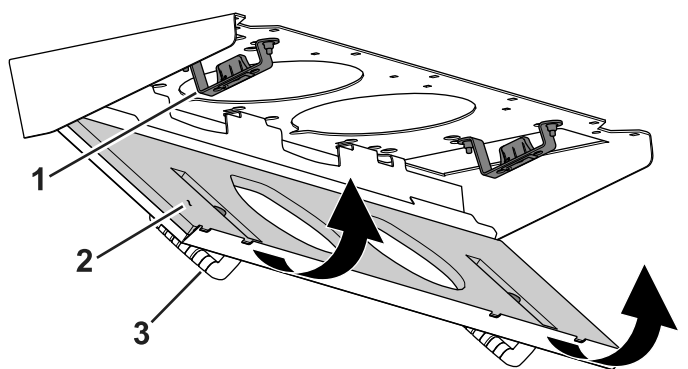

Figure 119
4. Faites pivoter le filtre sur les languettes jusqu'à ce que le verrou s'enclenche dans la fixation (Figure 119).